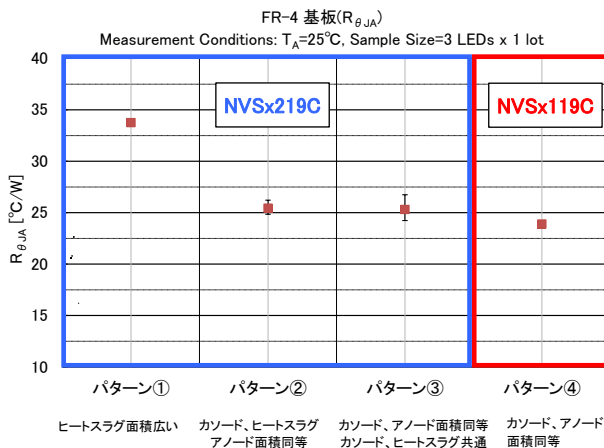
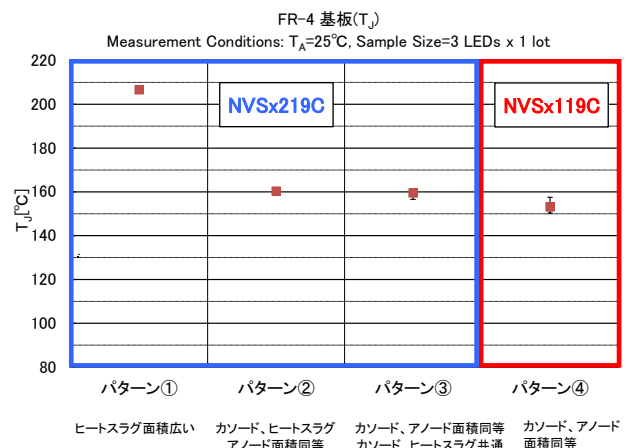

図 6. 放熱性評価結果(熱抵抗: $R_{\theta JA}$ )
図 7. 放熱性評価結果(ジャンクション温度: $T_J$ )
NVSx119C、NVSx219C の順にジャンクション温度および熱抵抗が低く、放熱性が良くなることを確認しました。また、NVSx219C については、パターン②、③の方がパターン①より放熱性が良いことを確認しました。放熱性評価結果を表 4、図 6、および図 7 に示します。